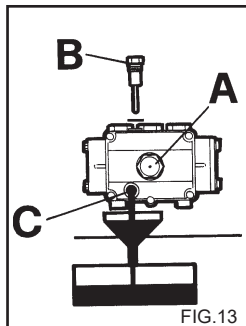

FIG.13
- 2) Irrota korkki mittatikulla (fig. 13).